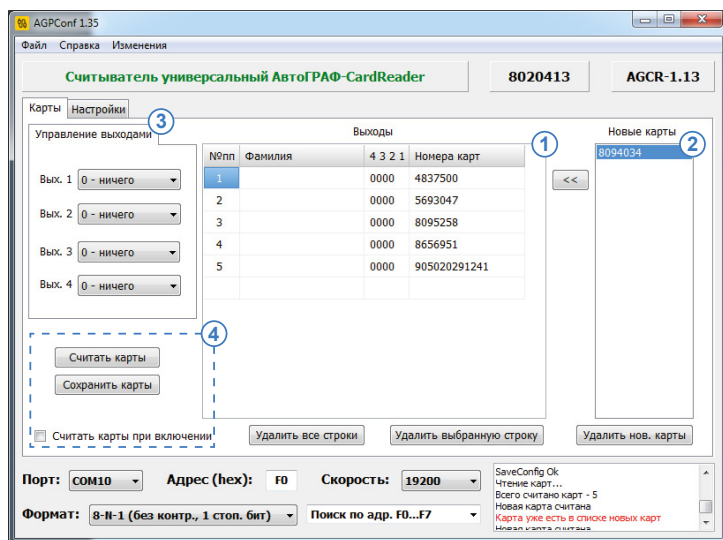

Рис.6. Вкладка «Карты».
- **вручную** – для этого необходимо ввести в поле «Номера карт» списка карт (Рис.6, п.1) номер нужной карты:
- **считать номер карты при помощи считывателя.** Для этого нужно подключить АвтоГРАФ-CardReader-SMART к программе и вставить карту в считыватель. Номер карты будет считан в программу и появится в списке «Новые карт» (Рис.6, п.2).
Для этого необходимо выбрать карту в списке карт считывателя и задать состояния выходов в блоке «Управление выходами» (Рис.6, п.3).
После настройки списка карт необходимо сохранить список. Для этого необходимо нажать кнопку «Сохранить карты» (Рис.6, п.4). При сохранении списка карт в считыватель фамилии владельцев карт не сохраняются.
- считать из считывателя, подключенного к ПК (при нажатии кнопки «Считать карты», Рис.6, п.4);
Опция «Считывать карты при включении» (Рис.6, п.4) позволяет автоматически считывать список карт при подключении считывателя к ПК.